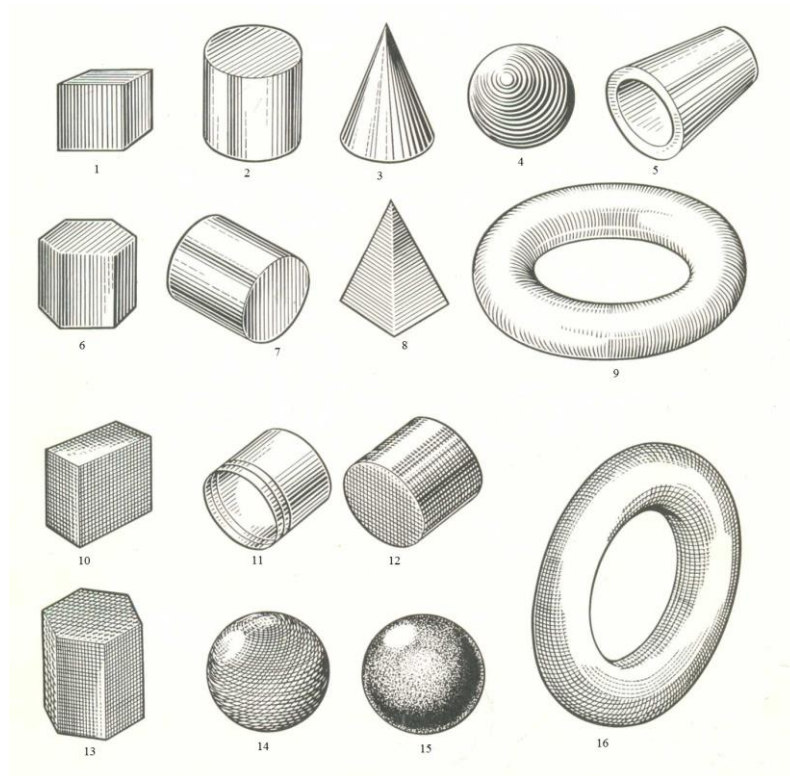

Рисунок 2.6 – Ескізи тіл обертання
- знайдіть центр кола (рис. 2.6, а);
- побудуйте коло радіусом 20 мм (рис. 2.6, б);
Побудувати за номером варіанта та ескізом тіло обертання, яке наведено на рис. 2.6.